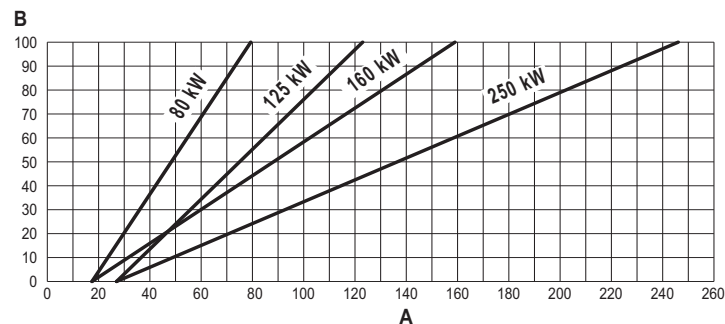

fig. 60
- Premere i **tasti riscaldamento** (part. 3 e 4 - fig. 1) per aumentare o diminuire la potenza (minima = 00 - Massima = 100). Vedi diagramma "Regolazione Portata Termica" (fig. 60).